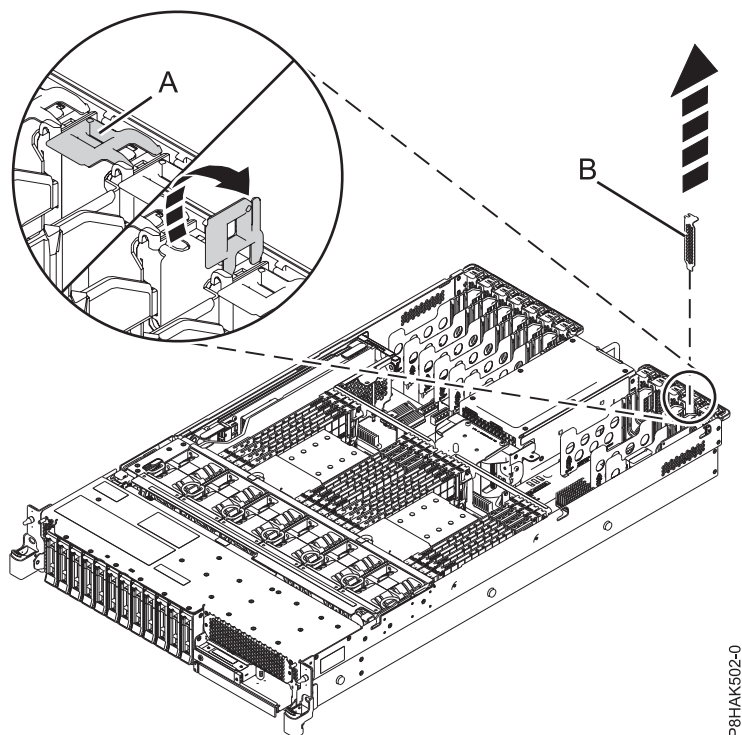

Figura 11. Extracció d'un panell de reblliment d'una ranura d'un adaptador PCIe en un sistema 5148-21L, 5148-22L, 8247-21L, 8247-22L, 8284-21A, o 8284-22A
Per treure el panell de reblliment (B), agafeu-lo amb compte per l'extrem superior o per la contrapunta i traieu-lo del sistema. Consulteu Figura 11.